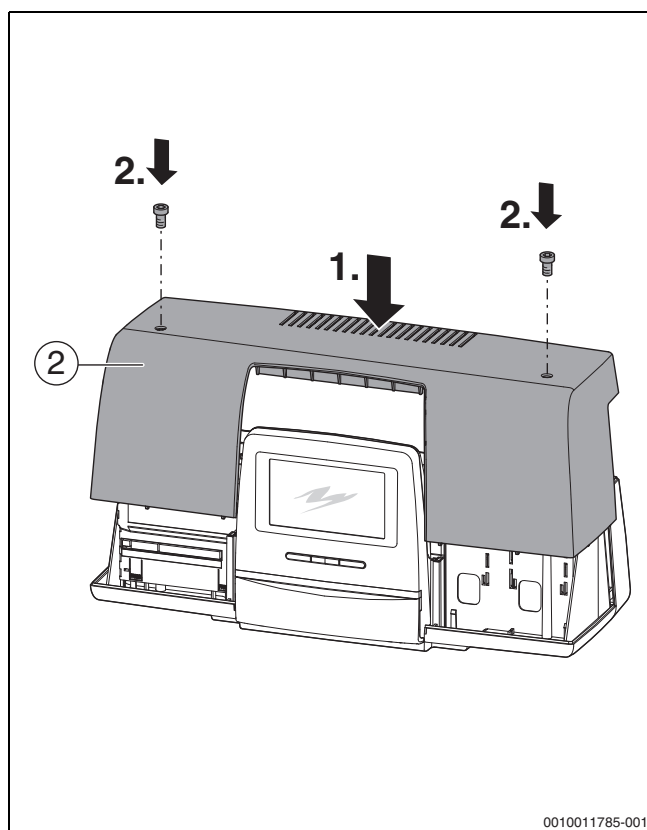

Fig. 43 Monter le capot de recouvrement sur l'appareil de régulation
- Monter le capot de recouvrement [2] sur l'appareil de régulation (→ fig. 43, page 34).
- Fixer le capot de recouvrement [2] avec les vis de l'appareil de régulation (→ fig. 43, page 34).